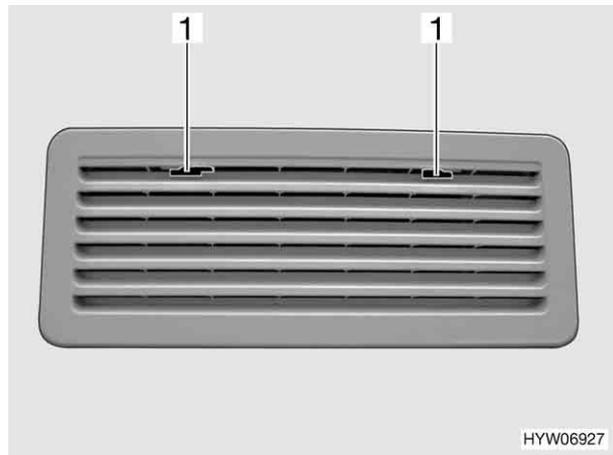

Bild 118 Kühlschrank-Lüftungsgitter (Variante 1)
- Arretierung (Bild 118,1) zur Mitte schieben.